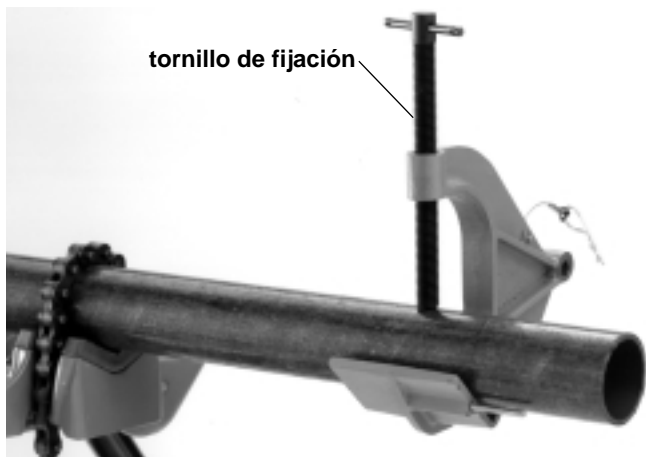

Figura 5
2. Monte la prensa de tornillo a la pieza de trabajo y asegúrela apretando el tornillo de fijación firmemente (vea la Figura 5). La abrazadera debe sostener a la sierra.